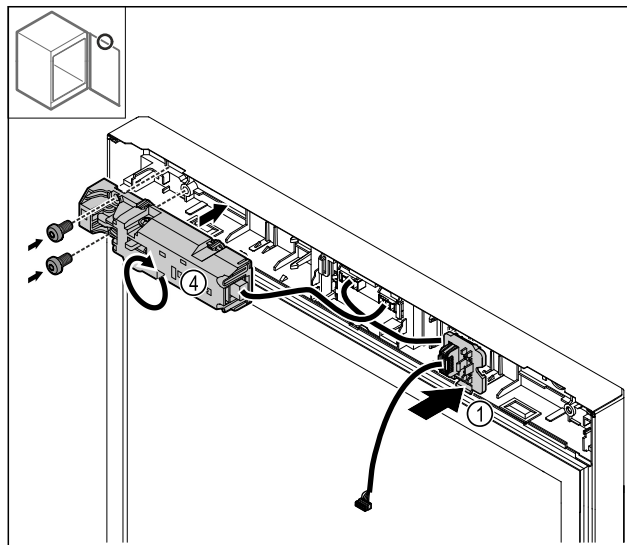

Fig. 24
- Zaklapněte držák zástrčky Fig. 24 (1) na protilehlé straně.
- Otočte elektrický zámek Fig. 24 (4) o 180° a upevněte jej na protější straně.